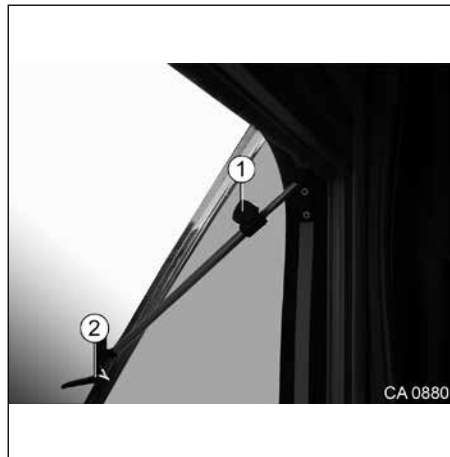
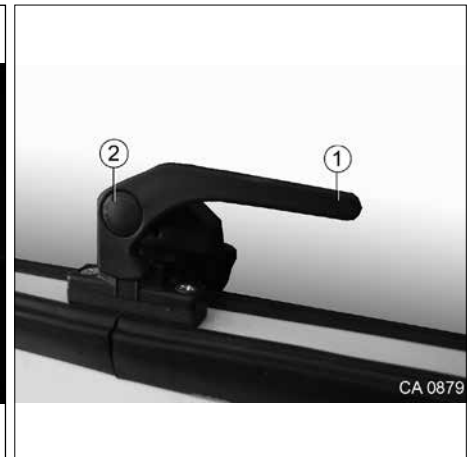

Fig. 9 Vitre orientable
Fig. 10 Levier de verrouillage des vitres orientables
- A chaque commande du levier de verrouillage, appuyer sur le bouton de verrouillage (voir Fig. 10, pos. 2).
1. Appuyer sur le bouton de verrouillage (Fig. 9 et Fig. 10, pos. 2) et le maintenir appuyé.
2. Placer le levier de verrouillage (Fig. 10, pos. 1) verticalement.
3. Desserrer la vis moletée sur le mécanisme d'orientation télescopique (Fig. 9, pos. 1) .
4. Serrer la vis moletée sur le mécanisme d'orientation télescopique (Fig. 9, pos. 1) .
4. Appuyer sur le bouton de verrouillage (Fig. 9 et Fig. 10, pos. 2) et le maintenir appuyé.
5. Placer le levier de verrouillage (Fig. 10, pos. 1) horizontalement.